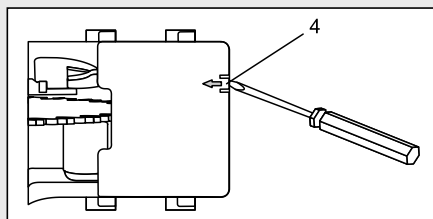

Fig. 31
NOTE : Pour enlever la plaque, enfoncez un tournevis à lame plate moyen dans la rainure au niveau de la languette (4) (Fig. 31). Tournez le tournevis afin de glisser la plaque vers l'arrière, jusqu'à ce que les quatre languettes puissent être